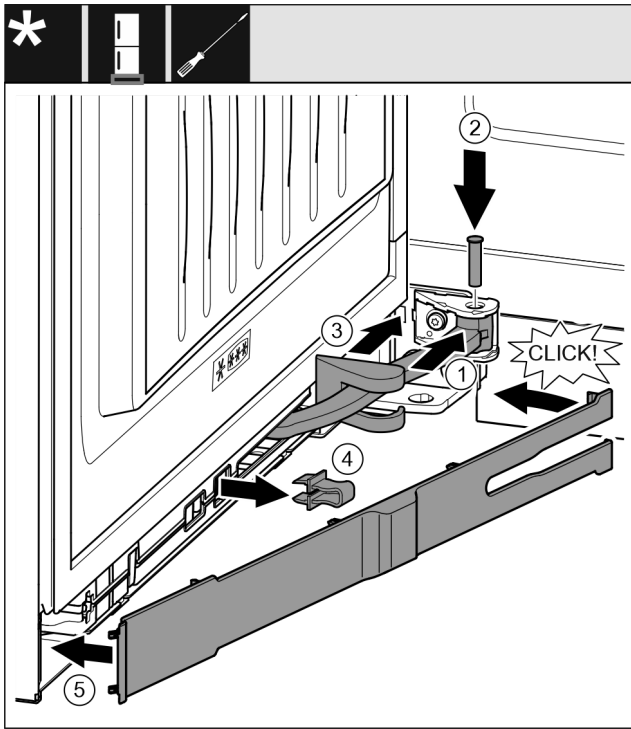

Fig. 69
- Forgassa a felfüggesztésbe a csuklót Fig. 69 (1).
- Helyezze a felfüggesztésbe és a csuklóba a csapszeget Fig. 69 (2) egy csavarhúzóval. Közben figyeljen arra, hogy a reteszelő bütyök megfelelően illeszkedjen a horonyba.
- Tolja el a csapágybak fedelét Fig. 69 (3) a csukló mentén, és szerelje a felfüggesztés fölé.
- Vegye le a biztosítékot Fig. 69 (4).
- Helyezze fel a takarólemezt Fig. 69 (5), a fogantyú felőli oldalon és fordítsa be.